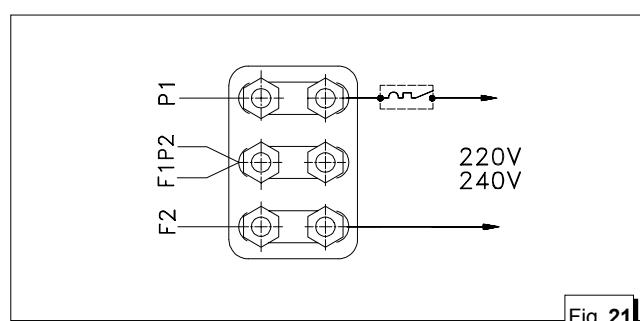

Fig. 21
2 - Collegamento in serie : in questa configurazione  possibile prelevare potenza a tensione 220 (240) V fra i punti P₁ e F₂, come lo schema di fig. 21.
- 2 - Serial connection; in this configuration it is possible to use a voltage of 220(240)V between points P₁ and F₂, as shown in the diagram in fig. 21.
- 2 - Liaison en série: dans cette configuration on peut prélever la puissance à une tension 220(240)V entre les points P₁ et F₂ selon le schéma de la figure 21.